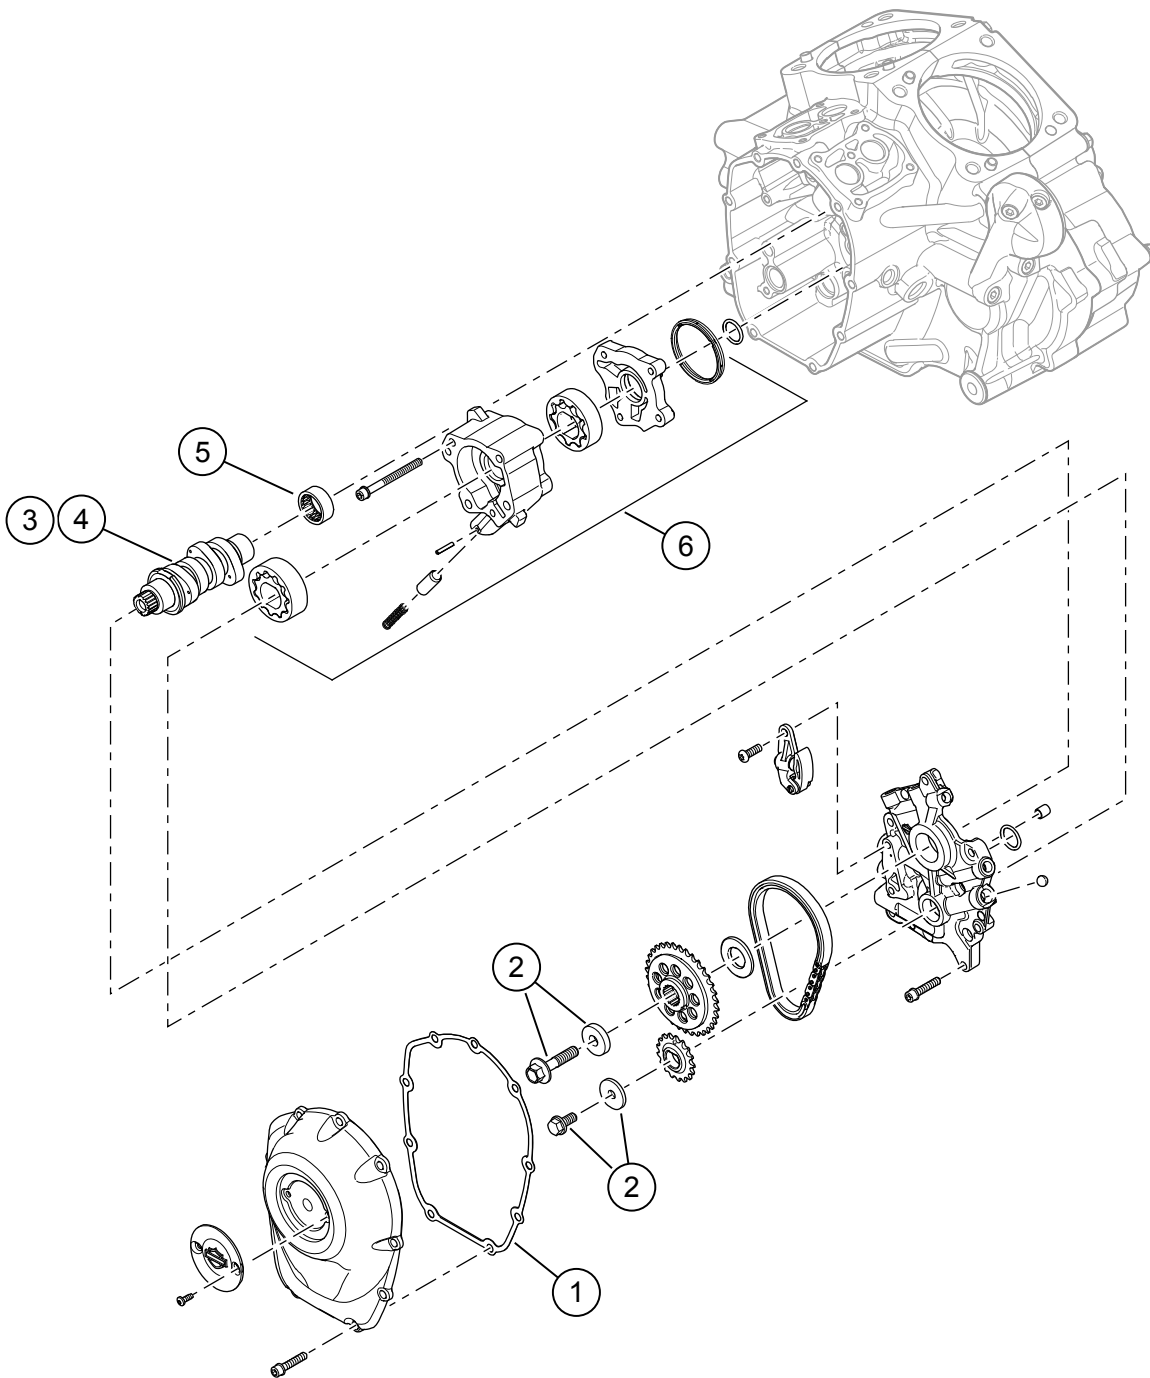

図4。交換用パーツ：Screamin' Eagle Milwaukee-eight ステージ2キット
1. 図4オイルポンプを取り付けます。サービスマニュアルを参照してください。